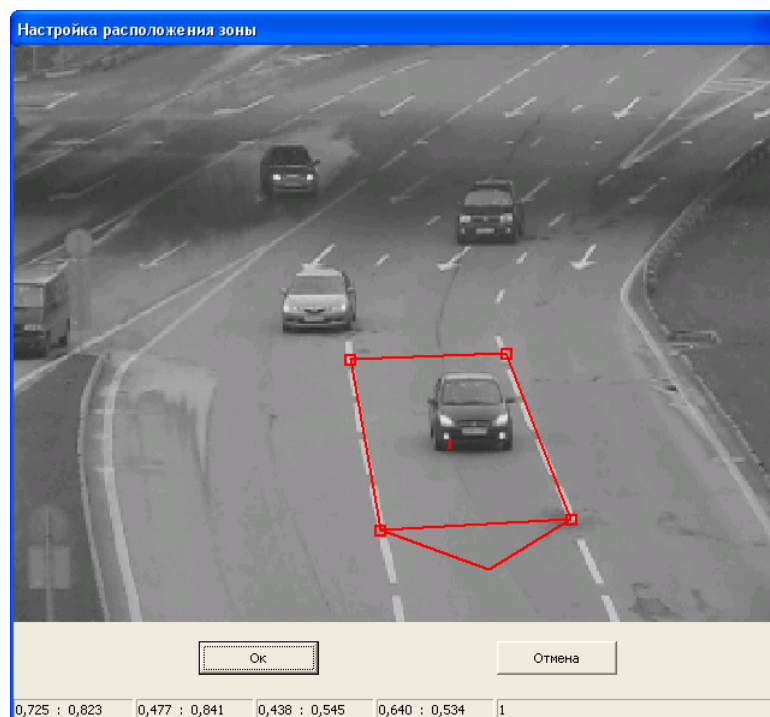

Рис. 7.6-5. Настройка расположения зоны
5. В результате выполнения операции откроется диалоговое окно «Настройка расположения зоны» (см. Рис. 7.6-5)
7. Для сохранения изменений и закрытия диалогового окна «Настройка расположения зоны» нажать кнопку «ОК» (см. Рис. 7.6-5)